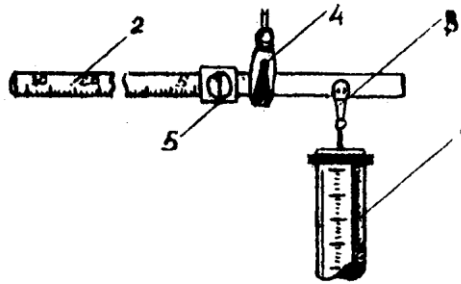

Рисунок 10 Весовой снегомер
Весовой снегомер (см. рисунок 10) состоит из полого металлического цилиндра (1) высотой 60 см, площадью сечения 50 см и весов типа безмена. Нижний конец цилиндра заточен в виде пилы, на его верхнем конце имеется объемная крышка.